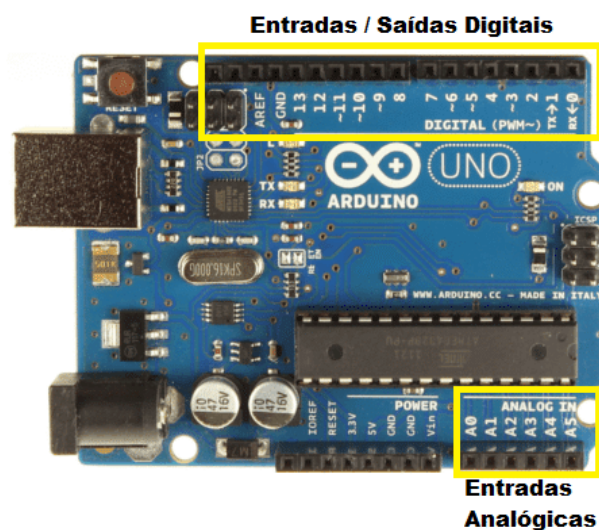

Figura 08 – Entradas e saídas do Arduino UNO
- **Entradas e saídas do Arduino UNO:** A placa Arduino UNO possui pinos de entrada e saídas digitais, assim como pinos de entradas e saídas analógicas, na figura 08 é exibido a pinagem conhecida como o padrão Arduino.